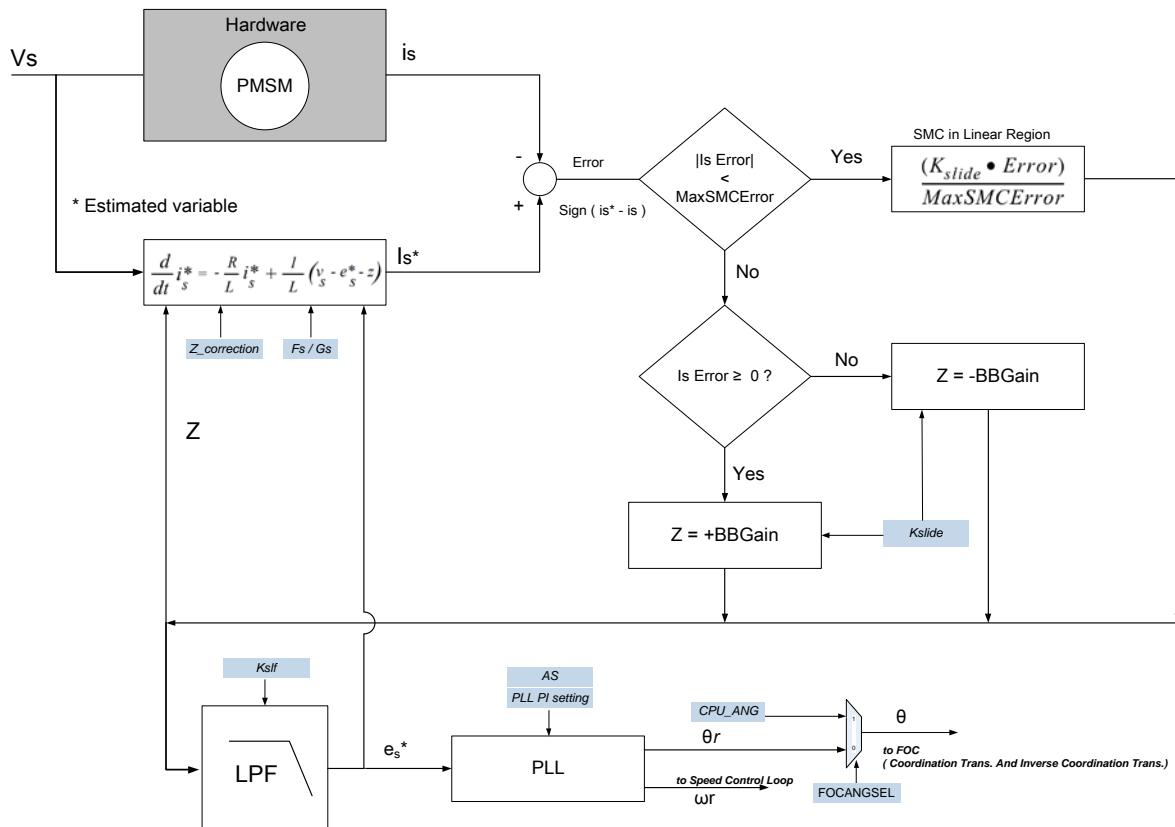

图 25.5.1 : SMO 转子位置估算模块框图
数字化模型提供硬件的软件表示。然而，为了匹配测量的电流和估算的电流，需要使用闭环对数字化电机模型进行校正，如图 25.5.1 所示。
滑动模式控制器具有一个极限值 MaxSMCError。当误差值小于 MaxSMCError 时，滑模控制器的输出在线性范围内工作，如图 25.5.1 中 PMSM 模块下的方程所示。 K_{slide} 参数可通过 K_{slide} SRF 进行设置（见表 25.5.1）。
在对数字化模型进行补偿后，您将获得输入电压 (V_s) 和电流 (i_s^*) 具有相同可变值的电机模型。一旦数字化模型得到补偿，下一步是通过滤波校正系数 (Z) 来估算 BEMF (e_s^*)，如图 25.5.1 所示。BEMF 估算 (e_s^*) 被反馈到模型，以在每个控制循环之后更新变量 e_s^* 。值 e_α 和 e_β (e_s 的矢量分量) 用于估算 Theta 计算。
FOC 的 θ (见图 25.5.1) 设计有一个多路复用器，其选择信号为 FOCANGSEL (MOTOR_CONT1[3], SFR 地址 =BFH)。当 FOCANGSEL=1 时，FOC_ANG=CPU_ANG (FOC_D 第 4 页, 表 25.4.3)，如果 FOCANGSEL=0，则 FOC_ANG= θ_r 到 FOC (见图 25.5.1)。